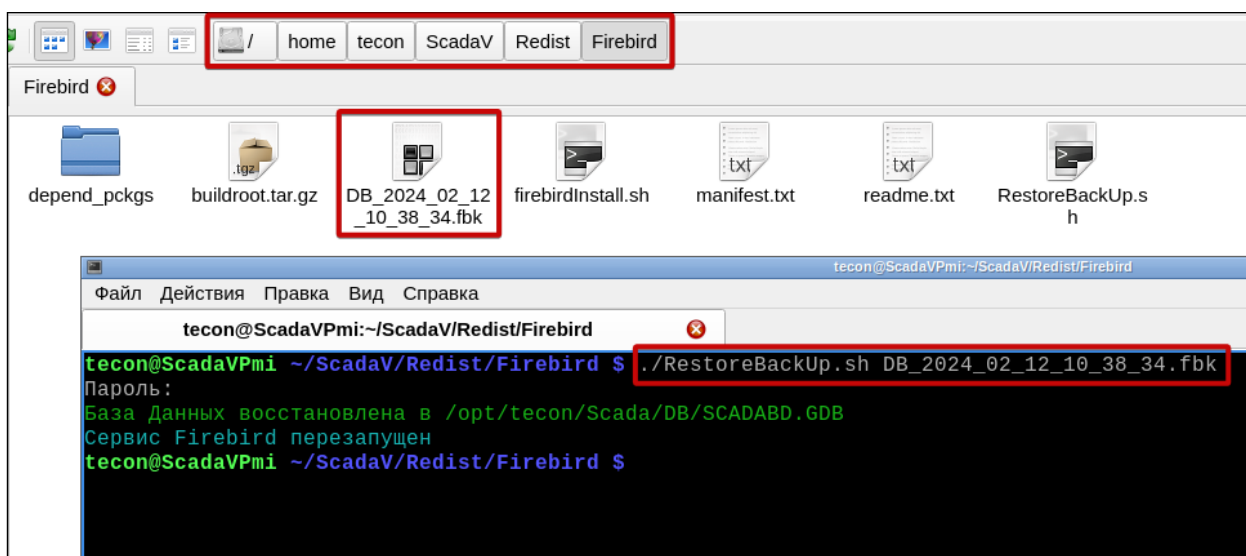

Рисунок 5.2. Восстановление базы данных
- 1) Запустите в Терминале скрипт с параметром - именем файла. В нашем примере это будет выглядеть следующим образом (рис. 5.2):